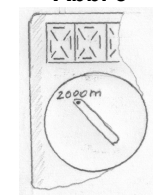

Abb. 4
- 2  Besorgen Sie sich bitte für das Messgerät eine 9V Batterie, da es ohne Batterien geliefert wird. Messgerät im Bereich **2000mV** (bzw. 2000m) einschalten. (Abb. 4)